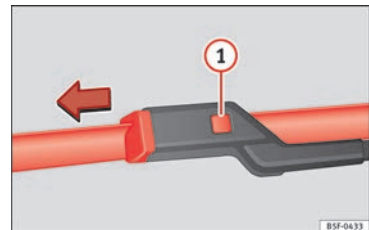

Bild 73 Byta torkarblad på vindrutetorkarna.
- Tryck ner låsfliken ① » **bild 73**.